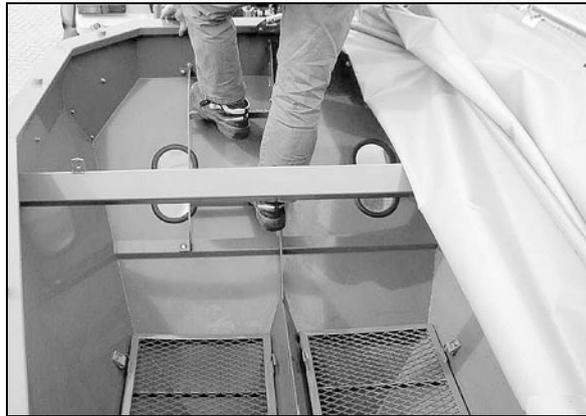

Fig. 60
2. Utilisez l'échelle (Fig. 60) pour accéder à la trémie.